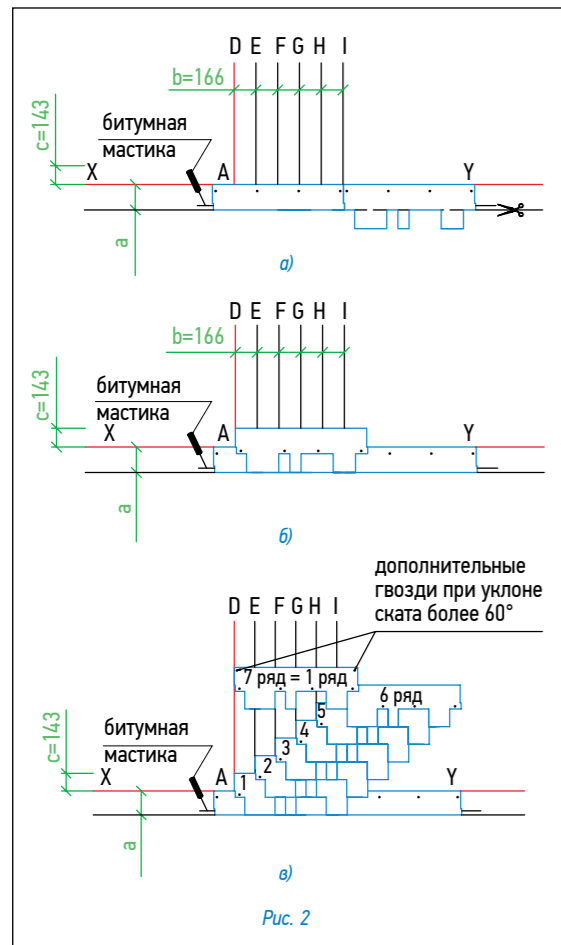

Рис. 2
Укладка материала (рис. 2)
- Начальный ряд формируется из специальной коньково-карнизной черепицы, либо из листов черепицы с обрезанными лепестками. Элементы начального ряда укладываются по линии карниза в обе стороны от линии I (рис. 2а) и фиксируются по нижнему краю битумной мастикой, а по верхней кромке 4 гвоздями (ось гвоздей на 5 см ниже верхнего края полосы);
- далее первый ряд черепицы укладывается от линии AD (рис. 2б);
- второй ряд укладывается от линии E (со смещением 16,6 см от AD) (рис. 2в);
Для крепления гибкой черепицы используются гальванизированные кровельные гвозди (FeZn) улучшенного прилегания (ершенные, крученые) с гладкими широкими шляпками (диаметр гвоздя — не менее 3 мм, диаметр шляпки — не менее 9 мм). Длина гвоздей зависит от толщины и типа обрешетки. Каждый лист черепицы крепится 4 гвоздями в штатных местах таким образом, чтобы гвоздь прошивал и верхний край нижележащего листа черепицы (рис. 2в). При укладке черепицы на скатах при уклоне больше 60° лист должен крепиться 6 гвоздями (2 дополнительных гвоздя фиксируют верхние углы листа на расстоянии от краев 2,5 см).